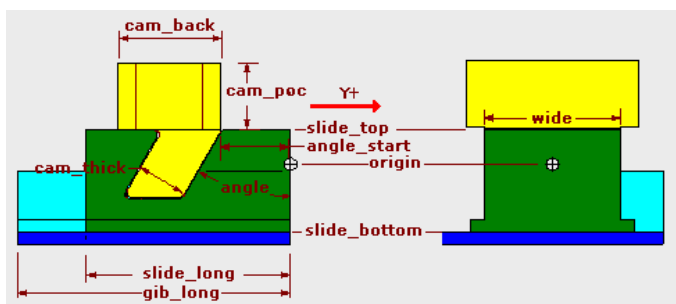

图 8-7 斜楔驱动的滑块机构
(1) 斜楔驱动的滑块机构。如图 8-7 所示为 Push-Pull Slide。